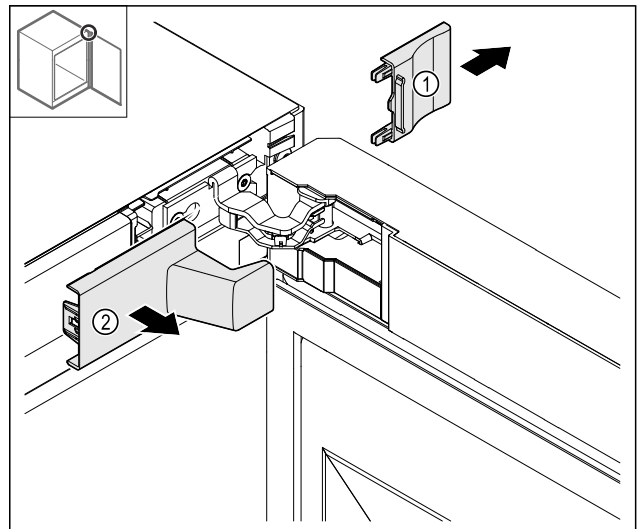

Fig. 14
► Abdeckung Fig. 14 (1) und dann Fig. 14 (2) entfernen.